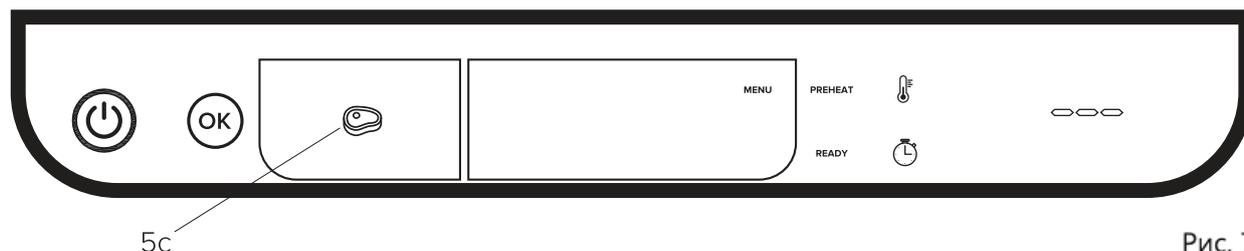

Рис. 7
2. Чтобы включить прибор коснитесь кнопки питания, прозвучит краткий высокочастотный звуковой сигнал, а на панели управления (см. рис. 7) загорятся индикаторы следующих кнопок: включения и выключения питания, подтверждения выбора, меню выбора степени прожарки стейка, меню выбора автоматического режима приготовления, ручной регулировки температуры и ручной установки времени нагрева пластин. На цифровом дисплее отобразится «---», свидетельствующий о том, что прибор перешёл в режим ожидания.
3. Желаемый уровень готовности стейка, можно задать коснувшись кнопки меню выбора степени прожарки «5c» (рис. 7). Выбор будет предоставлен в следующей циклической последовательности: